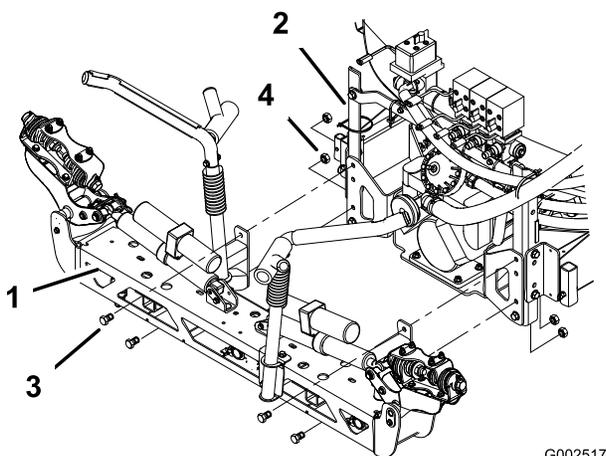

Figure 26
- Montez l'ensemble rampe centrale sur le système de pulvérisation sur les supports de bâti comme illustré dans la Figure 26 avec 4 boulons (1/2 x 1-1/4 pouces) et quatre contre-écrous (1/2 pouce).